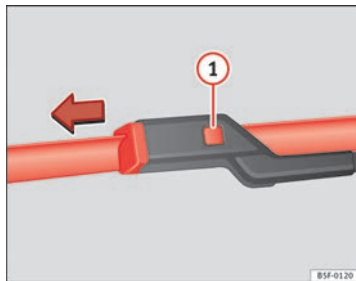

Abb. 118 Scheibenwischerblätter vorne auswechseln.
- Entriegelungstaste ⇒ Abb. 118 ① gedrückt halten und gleichzeitig das Scheibenwischerblatt in Pfeilrichtung abziehen.